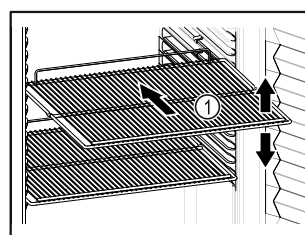

Fig. 82 Representación a modo de ejemplo
- ❑ Si los estantes Fig. 82 (1) se pueden mover, ajustarlos según la altura.